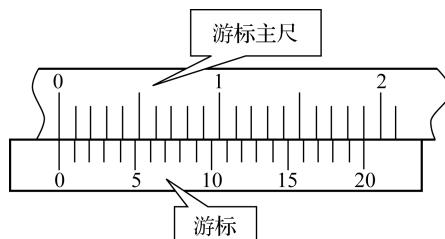

图1-2 0.05 mm游标卡尺的刻线原理
(1) 0.05 mm游标卡尺。游标卡尺是利用尺身的刻线间距与游标的刻线间距差来进行分度的。主尺上每格的长度为1 mm,当两量爪合并时,游标上的20格刚好与尺身上的19 mm对正。因此,主尺与游标每格之差为 $1 - 19/20 = 0.05$  mm,此差值即为0.05 mm游标卡尺的测量精度,如图1-2所示。